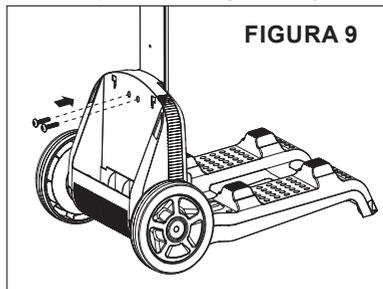

FIGURA 9
2. Utilizando dos de los tornillos Phillips más cortos incluidos con el carrito de transporte, asegure el chasis al soporte del mango. Ver **Figura 9**.